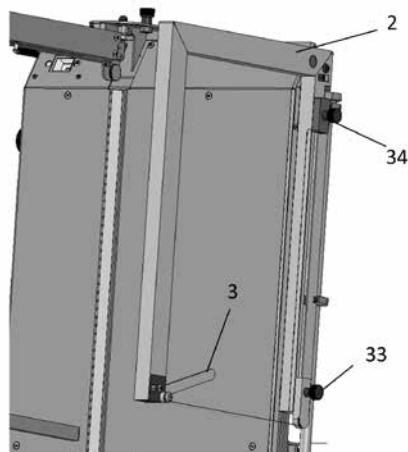

Fig. 8
- Riportare prima l'angolo della pendenza del tetto per via di un pannello isolante (vd. tagli a sghembo) sul filo metallico da taglio della taglierina angolare. A tal fine posizionare il pannello isolante (taglio a sghembo) ritagliato sulle lame di appoggio e avvicinare la taglierina angolare all'angolo. Utilizzare per riportare l'angolo, l'ausilio per ugnatura della taglierina angolare (pos. 3, fig. 8). L'angolo può essere trasmesso direttamente tramite la squadra falsa sull'ausilio per ugnatura della taglierina angolare (pos. 3, fig. 8).
- In seguito trasmettere l'angolo sul filo metallico da taglio: riportare la taglierina angolare nella posizione iniziale. Allentare le viti del corsoio per angoli (pos. 33, fig. 8) e il corsoio tendifilo (pos. 34, fig. 8) e orientare il filo in verso diagonale in modo che sia posizionato parallelamente all'ausilio di ugnatura.
- Serrare nuovamente la vite del corsoio per angoli (33).
- Tendere il filo con il corsoio tendifilo (34), tirarlo in alto fino a che il filo sia sufficientemente teso e arrestare nuovamente il corsoio.